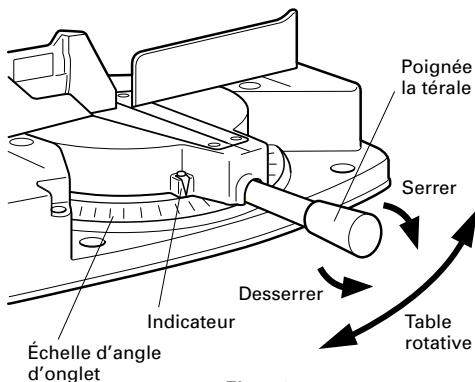

Fig. 18
La butée facilite la précision des coupes continues sur une longueur de 255 mm à 420 mm (10" à 16-1/2"). Pour installer la butée, la fixer à la servante avec le boulon à ailettes de 6 mm comme indiqué à la Fig. 18.
- (1) Desserrer la poignée latérale.
- (2) Régler la table jusqu'à ce que le repère soit aligné sur la valeur voulue de l'échelle d'angle d'onglet, comme indiqué à la Fig. 18.
- (3) Resserrer la poignée latérale pour fixer la table en position.